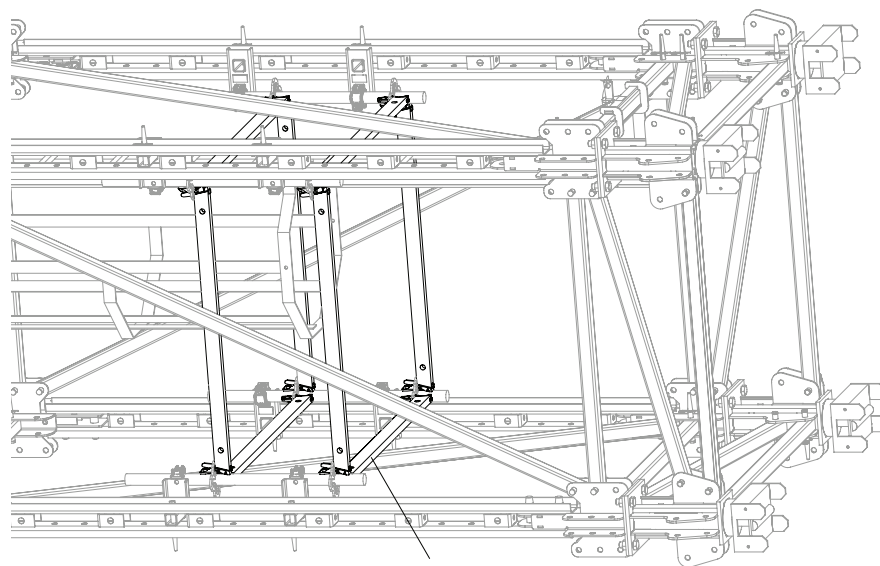

Fig. A1.34
1. Rinforzare i 4 lati con correnti orizzontali UH Plus. (Fig. A1.34)